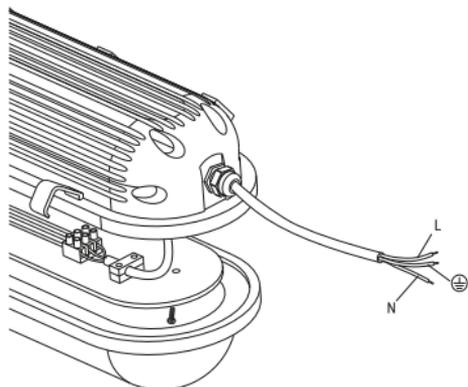

Рисунок 2
4.3 Подключение светильника (рисунок 2):